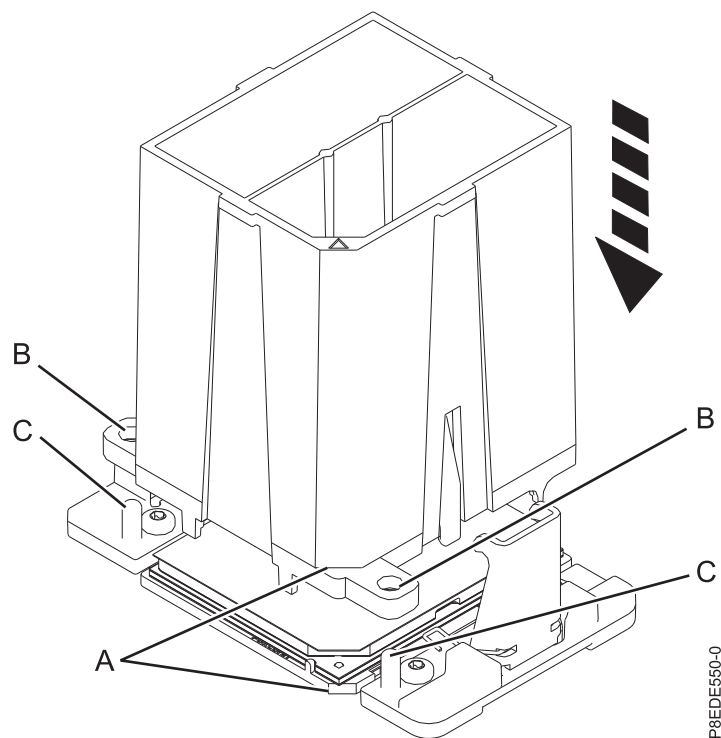

Abbildung 29. Ausbauwerkzeug auf das Systemprozessormodul herabsenken
- a. Richten Sie die abgeschrägte Ecke (**A**) des im Lieferumfang enthaltenen Werkzeugs an der abgeschrägten Ecke des Systemprozessormoduls aus, siehe Abb. 29 auf Seite 30.